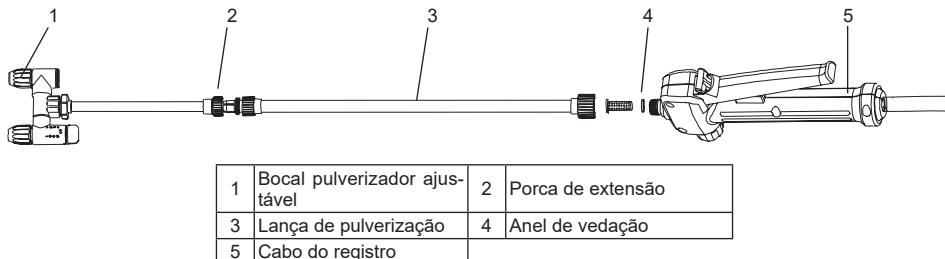

Figura 1
2. Certifique-se de que o anel de vedação esteja no lugar e rosqueie a lança de pulverização no cabo do registro e aperte-a com segurança. Consulte a Figura 1.